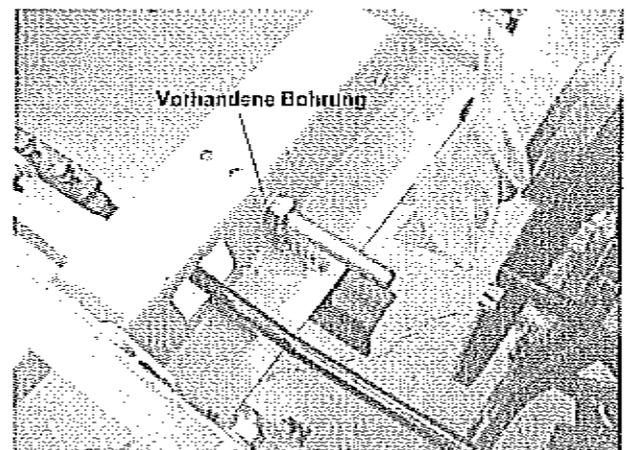

Bild 7
- Stecken Sie die mitgelieferte Schraube (M12x70) in die vorhandene Bohrung und verschrauben diese (Bild 7)